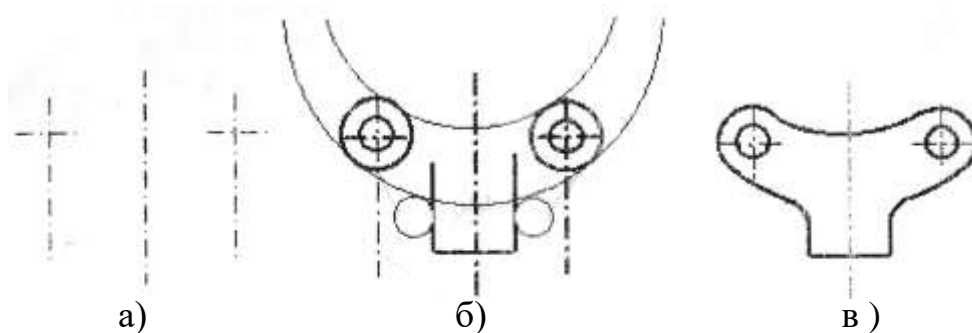

Рисунок 2- Етапи побудов креслення
5.1. У шарі ВІСІ проводимо вісьові лінії (рис.2а) з урахуванням розмірів деталі і вибору початку координат
5.2. У шарі ДОП тонкими лініями здійснюємо побудова кіл (CIRCLE), прямих (LINE) і сполучень (FILLET) (рис.2б).
5.3. За допомогою команди ПОЛІЛІНІЯ (PLINE) у шарі ОСН робимо наведення креслення лініями товщиною 0,8 мм. Після цього шар ДОП можна заморозити (рис.2в).